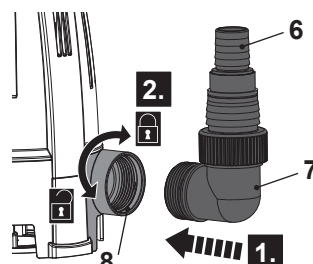

Fig. 2
2. Alignez et vissez l'adaptateur (7) sur la buse de sortie (8) dans le sens des aiguilles d'une montre (Fig. 2). Serrez-le correctement.